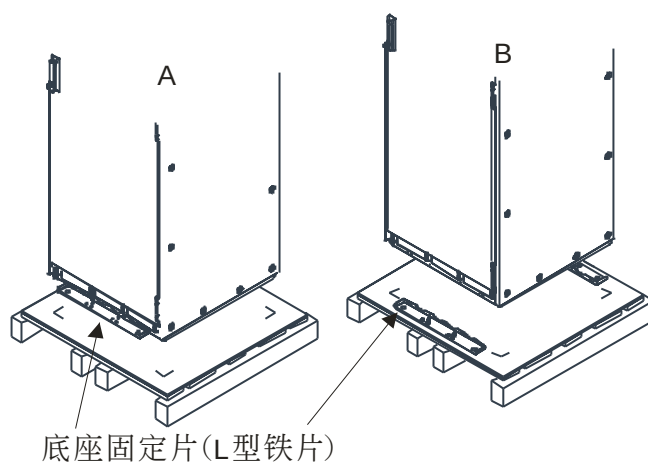

图 2-4
1. 安装时, 客户可依照设备及使用习惯, 自行决定是否需要底座的固定铁片*2(L 型铁片), 如图 2-4 所示, A: L 型铁片留置机柜上, B: 不需 L 型铁片。